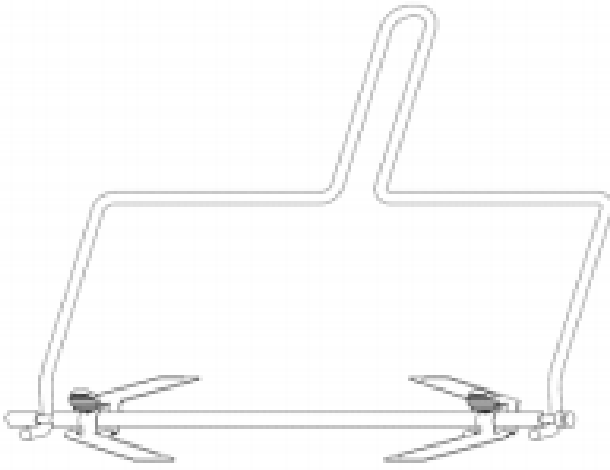

Abb. 7
- Verwenden Sie zum Herausnehmen des Spießes aus dem heißen Ofen immer den Rotisserie-Griff. Haken Sie die hakenförmigen Enden des Rotisserie-Griffs unter den Spieß und in die Kerben ein (Abb. 7 & 8) und heben Sie ihn heraus.